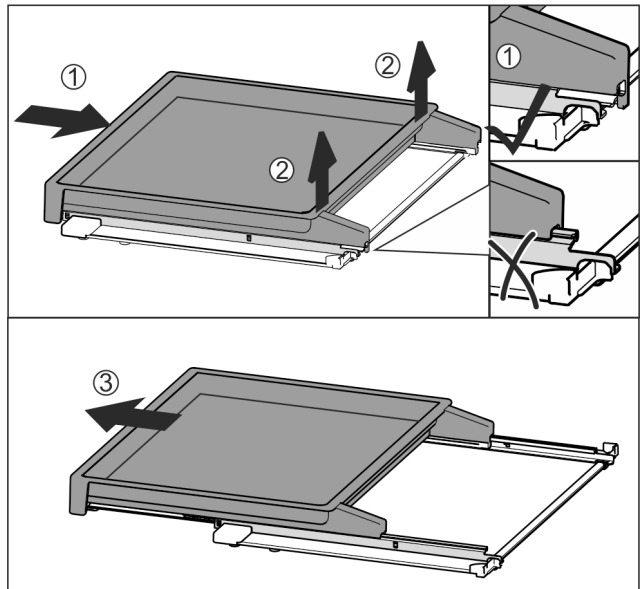

Fig. 43
- ▶ Вставить вытяжную панель полностью Fig. 43 (1).
- ▶ Отпустить фиксацию на задней стороне Fig. 43 (2).
- ▶ Извлеките вытяжную панель движением вперед Fig. 43 (3).